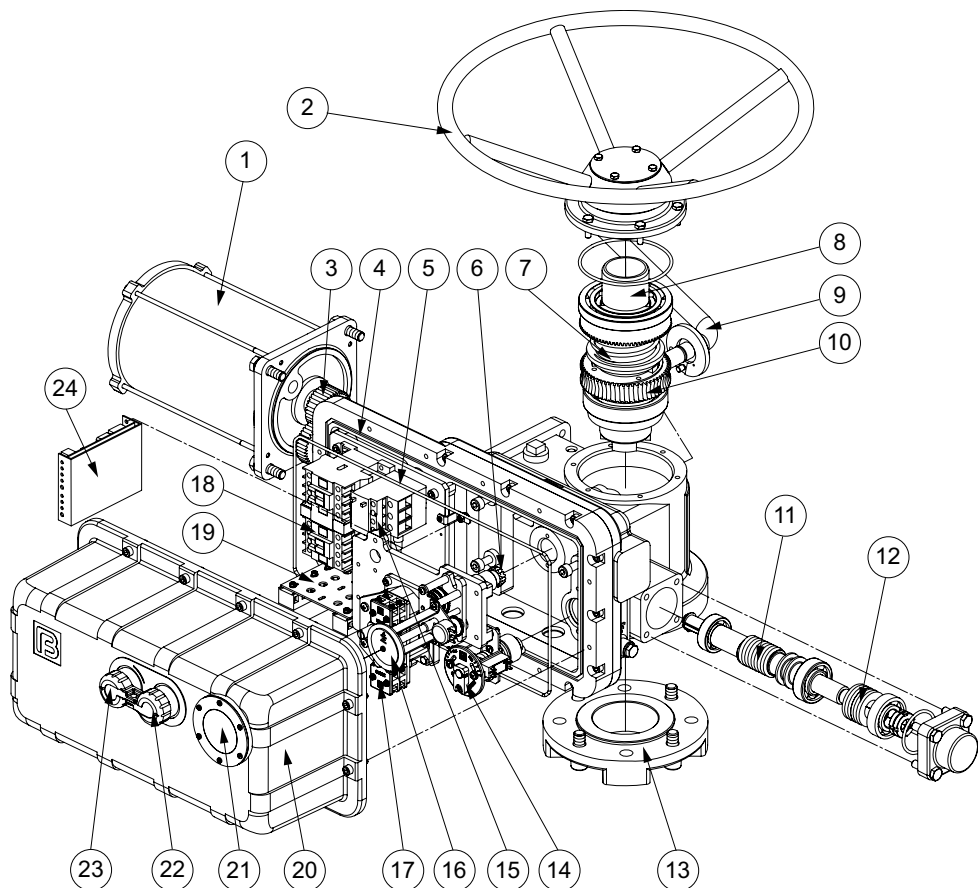
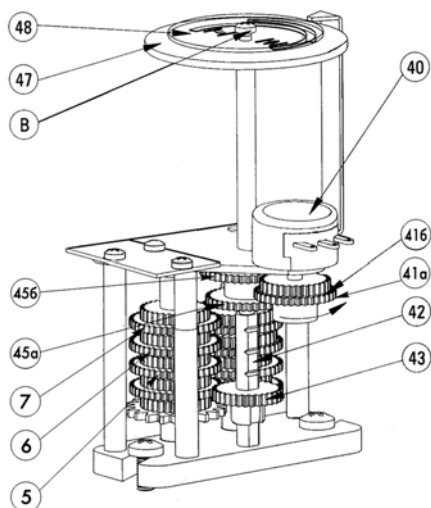

Рис. 1 Интегрированные электроприводы серии Г3-А, Г3-Б КСК
Рис. 4 Индикатор положения затвора арматуры
2.1 Электроприводы серии ГЗ-А и ГЗ-Б КСК (рис. 1)
Двухсторонняя муфта ограничения крутящего момента (6) (рис. 1) состоит из червячного вала, сбалансированного по осевым перемещениям тарельчатыми пружинами и ограничителя крутящего момента с пластиной С (рис 3).
Индикатор положения затвора арматуры (8) (рис. 1) состоит из набора установочных шестерен, потенциометра (40) (рис. 4), регулируемых дисков с указателем положения затвора (47, 48). На стержне (42) имеется 4 зубчатых зацепления, позволяющих фиксировать шестерню (43), для трехступенчатой индикации положения затвора арматуры.
Вращение от электродвигателя (10) (рис.1) через прямозубую цилиндрическую шестерню передаётся на червячный редуктор, который обеспечивает вращательное движение выходного вала и через кулачковую муфту преобразуется в поступательное движение штока затвора арматуры.
Индикатор положения затвора арматуры (8) (рис. 1) механически связан с валом ограничителя хода выходного вала. После надлежащей настройки указания индикатора соответствуют определенным положениям затвора арматуры независимо от режима работы электропривода – ручного или электрического.
При пуске электропривода вращение от электродвигателя (10) (рис. 1) передается выходному валу через прямозубую цилиндрическую шестерню, червячный вал и червячное колесо. Через переходный вал вращение также передается на ограничитель хода выходного вала (7) и индикатор положения затвора арматуры (8), что позволяет автоматически выключаться электродвигателю при достижении электроприводом заданных параметров.